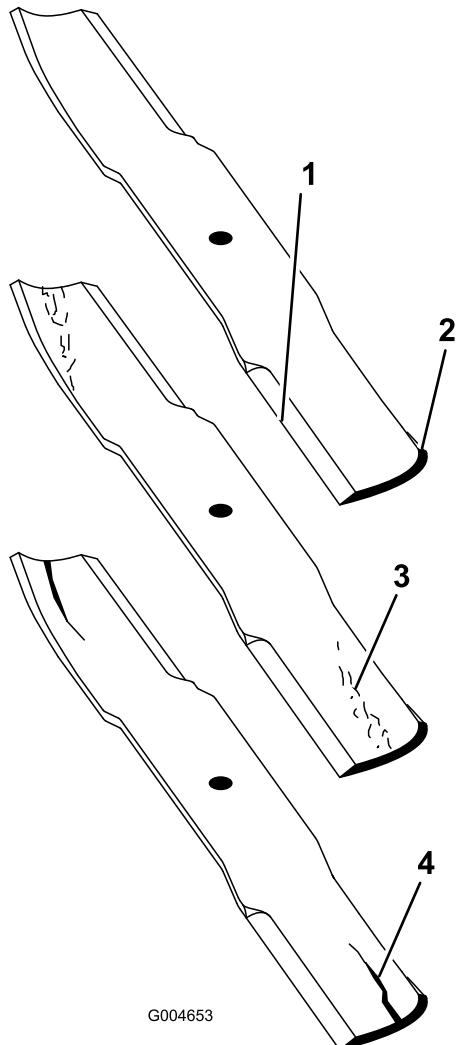

Figura 25
1. Inspecione as extremidades de corte (Figura 25). Se as extremidades não estiverem afiadas ou estiverem amolgadas retire e afie as lâminas. Consulte a Afição das lâminas \(página 19\).
2. Inspecione as lâminas, especialmente a área da aba (Figura 25). Se verificar quaisquer danos, desgaste, ou a formação de ranhuras nesta área (Figura 25), instale imediatamente uma lâmina nova.